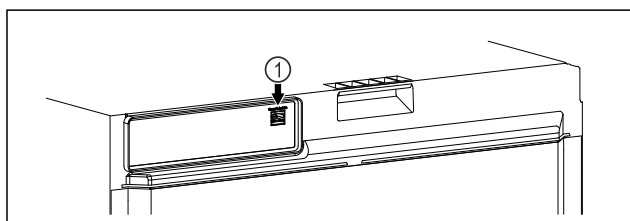

Fig. 145
- ❑ Le SmartModule Fig. 145 (1) est installé.